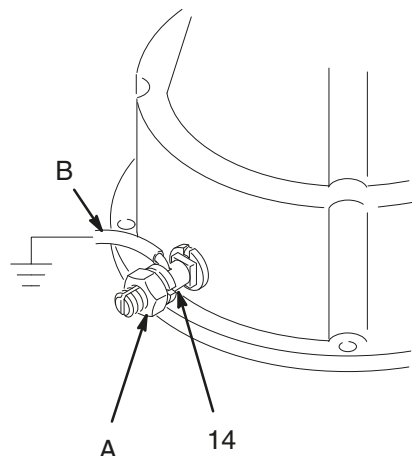

Рис. 2
1. *Насос.* Используйте провод и зажим заземления, как показано справа. Ослабьте стопорную гайку (A) клеммы заземления и шайбы. Вставьте один конец провода (B) в клемму заземления (14) и плотно затяните стопорную гайку. См. рис. 2. Соедините другой конец провода с точкой истинного заземления, как рекомендовано местными правилами и нормами. Закажите провод и зажим заземления, арт. № 237569.